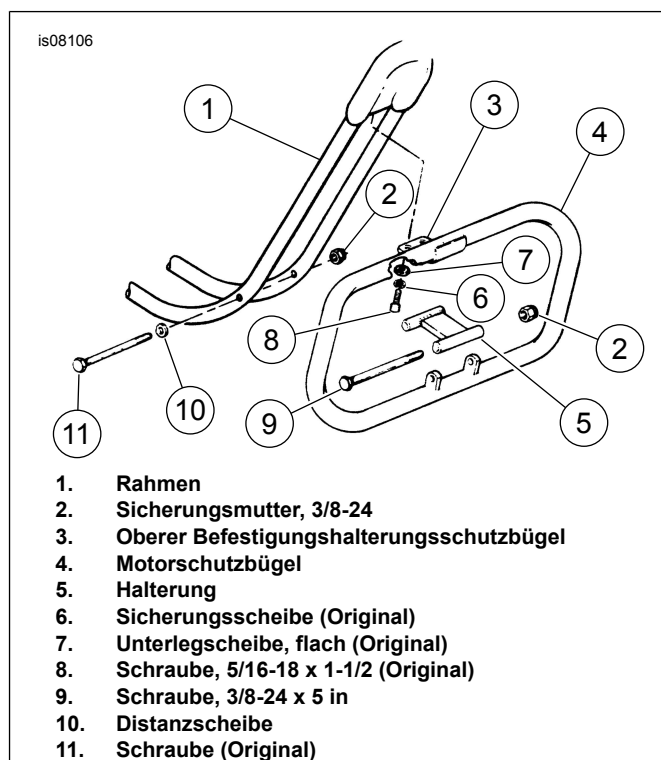

Abbildung 3. Einbau (Generator-Modelle)
1. Siehe Abbildung 3. Schrauben (8), Sicherungsscheiben (6) und flache Unterlegscheiben (7) von der Unterseite des Lenkkopfes her entfernen. Original-Schrauben (11) entsorgen. Die Unterlegscheiben zum Wiederausammenbau aufbewahren. Ausgleichsscheiben zwischen Rahmen und Motoraufhängung nicht entfernen.
2. Schraube (11), Distanzstück (10) und Mutter (2) am Rahmen-Unterrohr entfernen.
3. Halterung (5), Teilenummer 49014-85, mit Schraube (9) und Sicherungsmutter (2) am Motorschutzbügel (4) befestigen. Die Schraube (9) auf ein Drehmoment von 44,7 N·m (33 ft-lb) anziehen.
4. Obere Befestigungshalterung des Motorschutzbügels (3) unter dem Lenkkopf positionieren, dabei die Halterung (5) auf die Löcher im Rahmen-Unterrohr ausrichten. Original-Sicherungsscheiben (6) und flache Original-Unterlegscheiben (7) auf Schrauben (8) stecken. Schrauben (8) durch die obere Motorschutzbügelhalterung und die obere Motoraufhängung stecken und in die Gewindebohrungen im Lenkkopf schrauben.
5. Original-Schraube (11) durch Rahmen-Unterrohr und Halterung (5) stecken. Neue Sicherungsmutter (2) auf Schraube (11) drehen und auf ein Drehmoment von 44,7 N·m (33 ft-lb) anziehen.
6. Schrauben (8) auf ein Drehmoment von 25,7 N·m (19 ft-lb) anziehen.